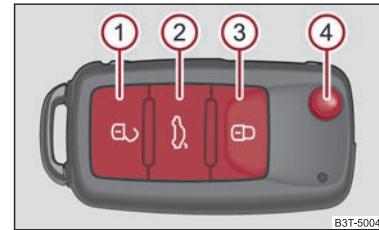

Fig. 38 Cheia cu telecomandă
- Apăsați tasta ② ⇒ fig. 38 circa 0,5 secunde. Informații suplimentare ⇒ pagina 43.
- Apăsați tasta ② ⇒ fig. 38 cca. 1 sec. Informații suplimentare ⇒ pagina 43.
- Apăsați tasta ② ⇒ fig. 38 cca. 1 sec. Informații suplimentare ⇒ pagina 44.
- Apăsați tasta ② ⇒ fig. 38 cca. 1 sec. Informații suplimentare ⇒ pagina 46.